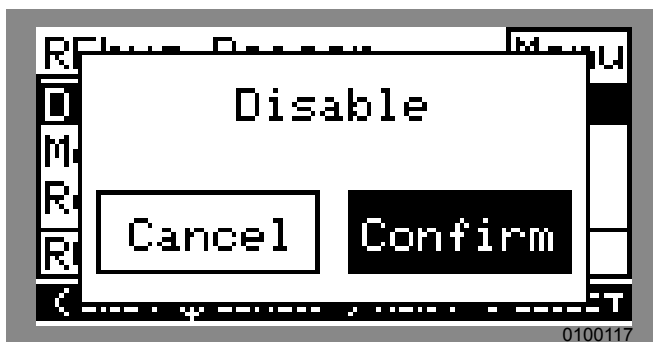

Figure 6-19. Désactiver Beacon (2 de 3)
3. Voir Figure 6-19. Utiliser les flèches vers le côté pour sélectionner Confirm (Confirmer) et appuyer sur la touche centrale.